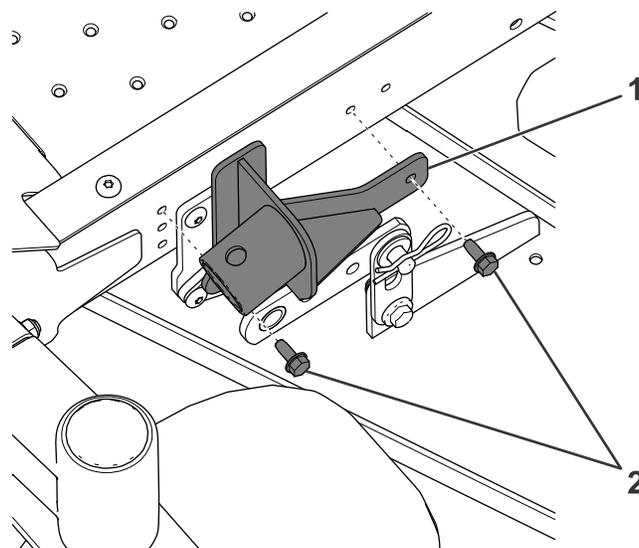

Figura 1
3. Sujete el soporte del gato al bastidor en el lado izquierdo de la máquina usando 2 pernos autorroscantes (Figura 1).